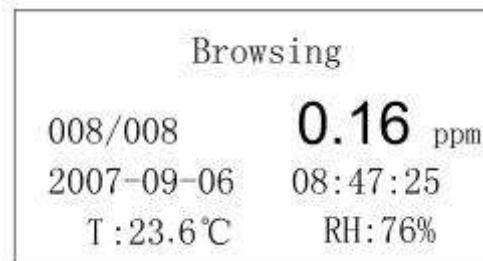

图10 测量页面
- “ENTER”：按此键进入浏览记录页面，并且显示的是最后一次测量的记录。如图10所示